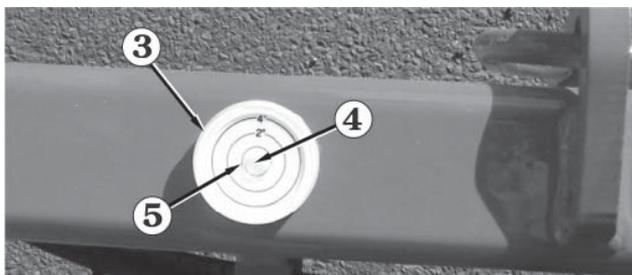

Abb. 8.22
3. An der Wasserwaage ③ eine Sichtkontrolle vornehmen, um zu bestimmen, ob die Stabilisatoren weiter ausgefahren werden müssen, um die Plattform zu stabilisieren (siehe Abb. 8.22).
4. Die erforderlichen Stabilisatoren gerade so weit herabsenken, bis die Luftblase ④ zentriert ist (siehe Abb. 8.22). Wenn die **Hebebetrieb-Anzeigelampe** ⑥ (siehe Abb. 8.23) aufleuchtet, ist es sicher, die Plattform hochzufahren.